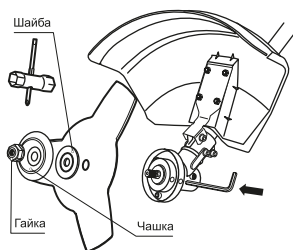

Рис. 7
- Удерживая стопорный стержень одной рукой, надежно затяните гайку трубчатым ключом, поворачивая ее против часовой стрелки (рис. 7).